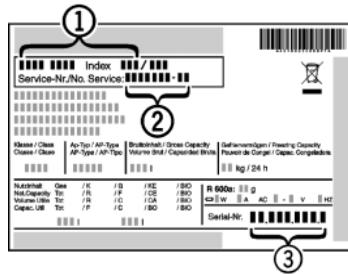

Fig. 11
- ▶ Обратитесь в сервисную службу и сообщите вид неисправности, наименование устройства Fig. 11 (1), сервисный № Fig. 11 (2) и серийный № Fig. 11 (3).